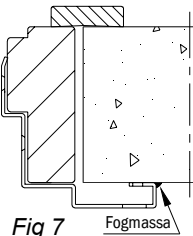

Fig 7
- 13) För ljudisolerande dörrar skall minikarmen kompletteras med fogmassa enligt fig 7. Montera låsbeslag, cylindrar och dörrtrycken.